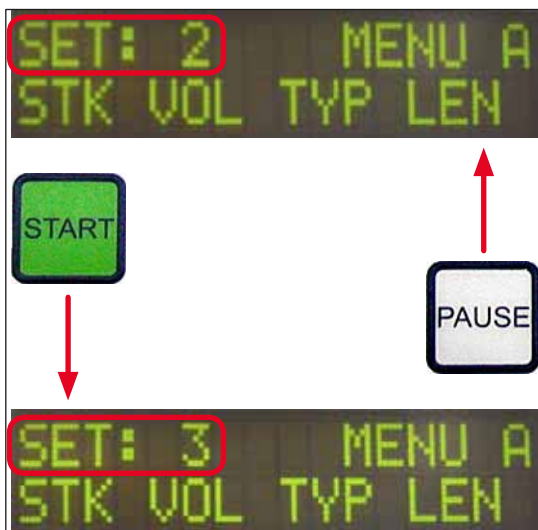

Fig. 39
① En total hay cuatro programas (**SET 1 a SET 4**), que se pueden guardar en el equipo con diferentes configuraciones de parámetros.
- Al pulsar la tecla **PAUSE**, se abre el programa inferior siguiente (→ Fig. 39).